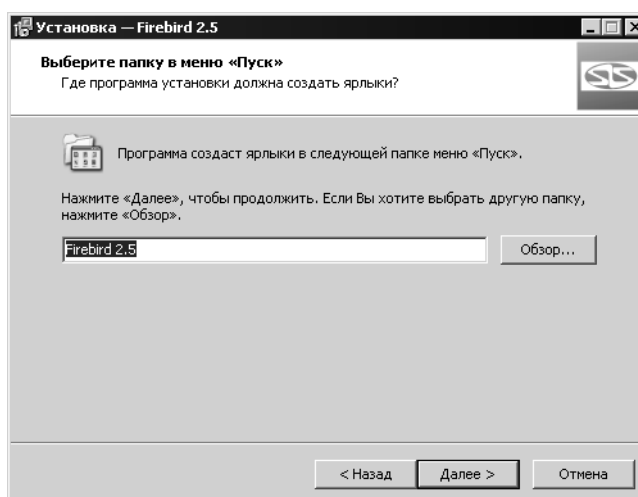

Рис. 1.10.
3. Укажите папку Главного меню Windows, в котором будут созданы ярлыки для запуска СУБД (рис. 1.10).